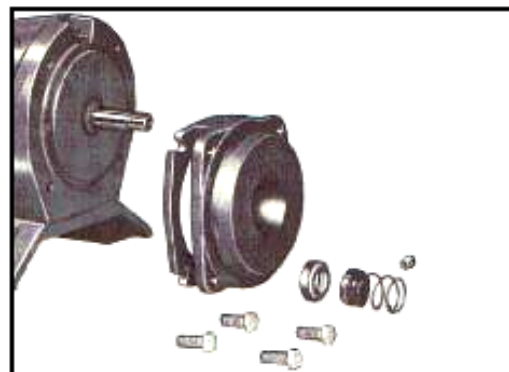

Figura 2
3. Quite el empaque (3) del adaptador (10) solo si esta averiada.
4. Quite los birlos (11) con su tuerca (9) y separe el adaptador (10). Quite el bota-agua (12) del eje del motor. Ver figura 2.